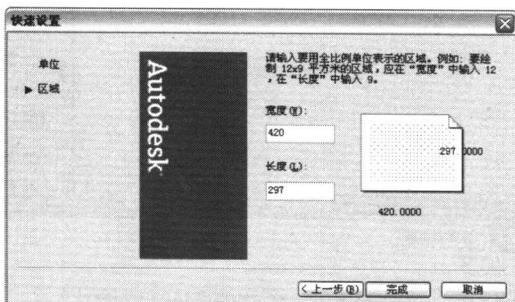

图 1-6 设置绘图区域
(2) 设置绘图区域。在“宽度”和“长度”数值框中分别输入绘图区域的宽度和长度值，默认值分别是 420 和 297，即工程制图国标中的 A3 图纸幅面，如图 1-6 所示。单击“完成”按钮，关闭该对话框，结束绘图参数设置。